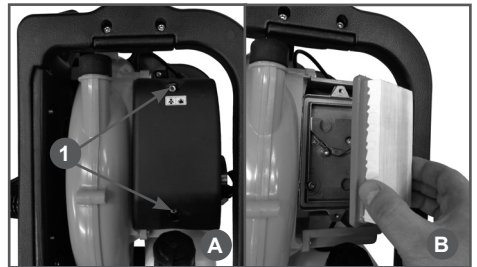

Рис. 10 Обслуживание воздушного фильтра
Загрязнение воздушного фильтра может препятствовать поступлению воздуха для образования воздушно-топливной смеси. Для предотвращения неисправностей двигателя надо осуществлять регулярное обслуживание воздушного фильтра (Рис. 10). При работе в условиях повышенной запыленности воздушный фильтр необходимо обслуживать чаще.
1. Выкрутите два винта крепления (Рис. 10А п. 1) крышки воздушного фильтра ключом шестигранным 4 мм и снимите крышку воздушного фильтра.
2. Извлеките воздушный фильтр из корпуса (Рис. 10В) и проверьте его состояние.